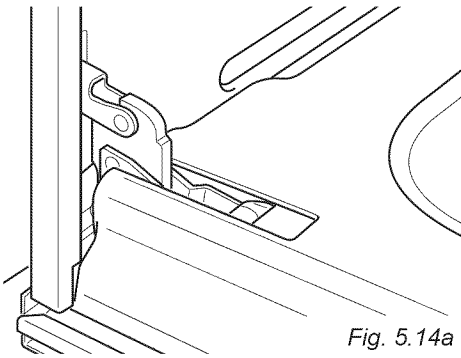

Fig. 5.14a
- Ouvrez complètement la porte du four (fig. 5.14a).